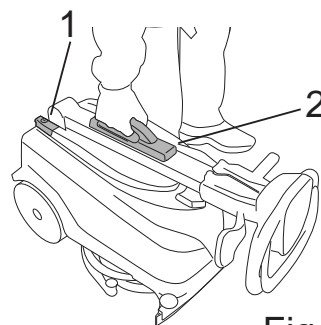

Fig.6
- Desligue a máquina do interruptor geral (Fig.6-Ref.1).
- Levante a máquina pelo punho na pega (Fig.6-Ref.2).